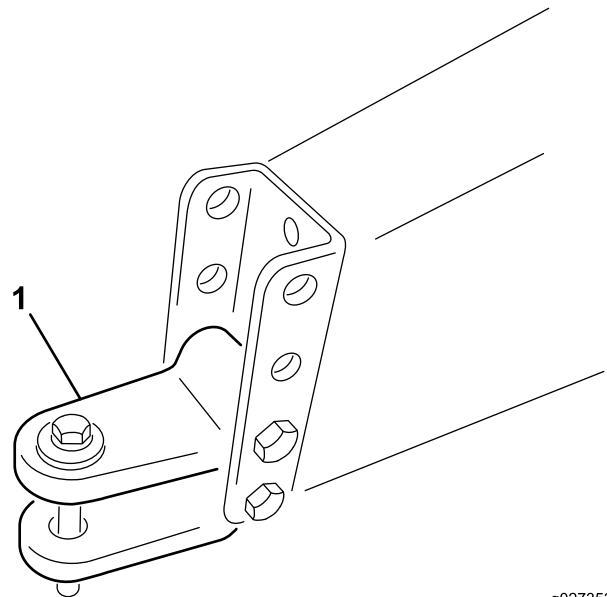

Figura 6
- A. Togliete i bulloni e i dadi di bloccaggio che fissano l'uncino dell'attacco di traino (Figura 6) al telaio della macchina.